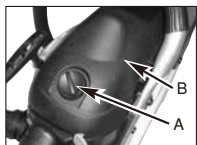

Bild. 18A
2. Entfernen Sie den Knopf (A), der die Abdeckung des Luftfilters festhält, entfernen Sie die obere Abdeckung (B), indem Sie die Festhalteschraubende Abdeckung lösen. Die Abdeckung lässt sich jetzt abnehmen. (Bild. 18A)